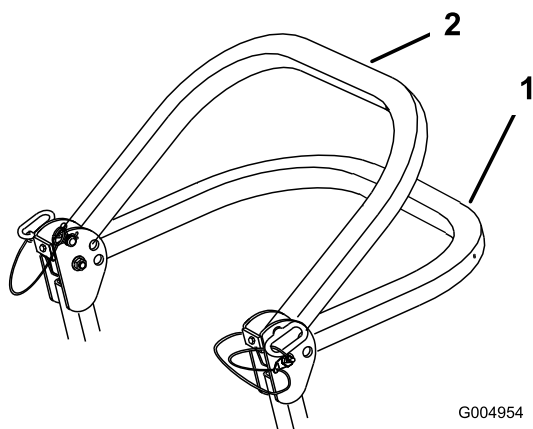

Figura 9
2. Baje la barra antivuelco (Figura 9).
Nota: Hay dos posiciones de bajada; consulte Figura 9.